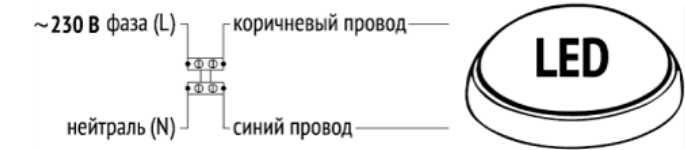

Рис.1. Схема подключения светодиодного светильника к эклектической сети 230В.
- Присоедините подготовленные концы проводов драйвера светильника к сетевому проводу (через клеммную колодку) Рис.1.